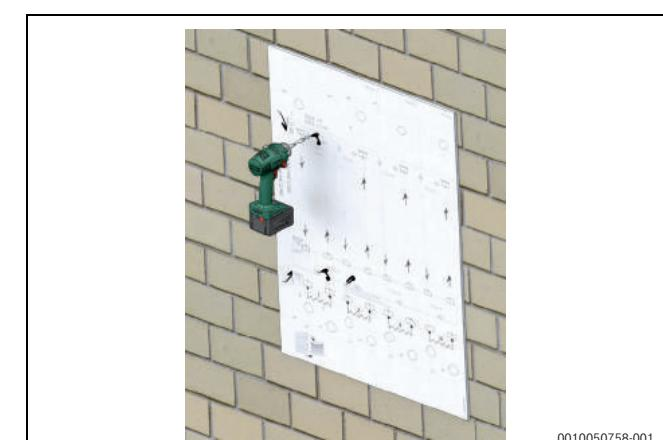
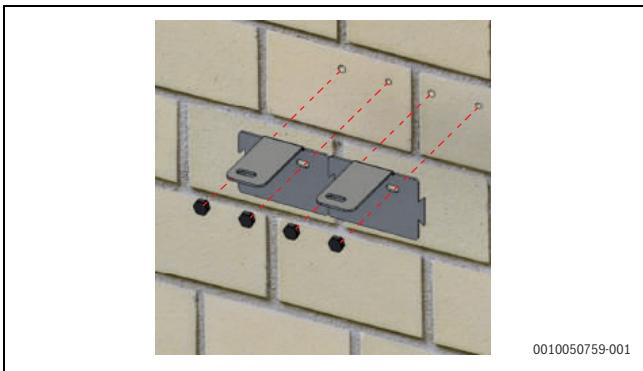

Fig. 313 Effettuare i fori nella parete con un trapano
Fig. 314 Fissare i supporti a parete
3. Posizionare la ditta di foratura sulla parete nella posizione in cui si desidera installare il modulo. Dopo aver fissato la ditta di foratura, effettuare i fori corretti nella parete utilizzando un trapano (→ Fig. 313). Rimuovere quindi la ditta di foratura e fissare i supporti a parete utilizzando una vite di ancoraggio da 12 mm (non inclusa), (→ Fig. 314).